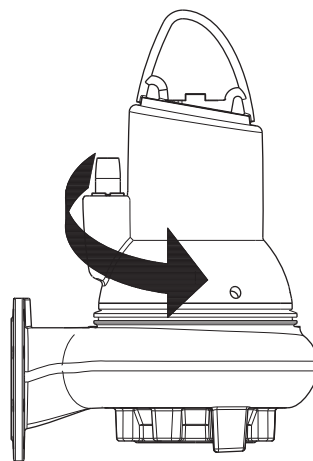

Рис. 12 Направление рывка
2. Включить и тут же отключить насос, следя при этом за направлением действия крутящего момента (за направлением рывка) насоса. Если насос подключен правильно, рабочее колесо будет вращаться по часовой стрелке, т.е. рывок будет против часовой стрелки. См. рис. 12.